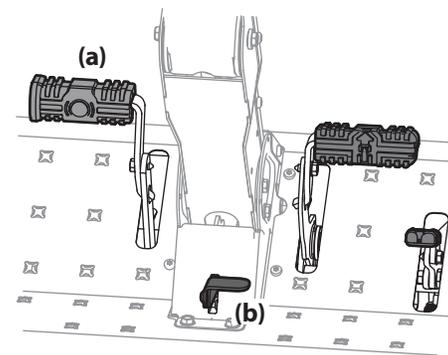

Figure 3-1
3. Appuyez sur la pédale de frein (a), appuyez sur la pédale du frein de stationnement / régulateur de vitesse (b) et relâchez la pédale de frein (a) pour engager le frein de stationnement. Voir Figure 3-1.